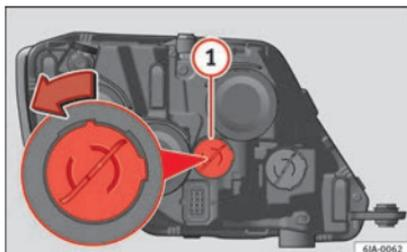

Fig. 94 Remplacement de l'ampoule des feux de jour.
- Tournez le support d'ampoule »» fig. 94 ① dans le sens contraire des aiguilles d'une montre et retirez-le.